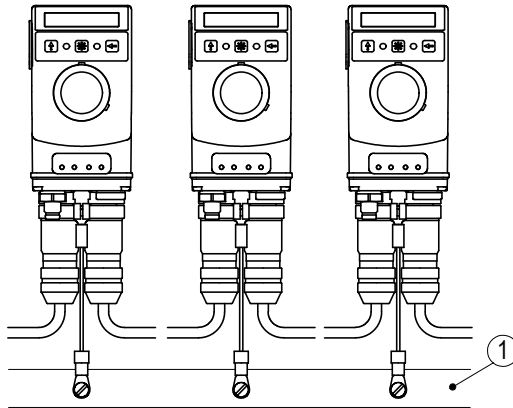

Abb. 5: Erdungsschiene
Zum Schutz vor Störungen müssen die Schirme der Signalleitungen und Netzleitung beidseitig angeschlossen werden. Potentialunterschiede führen zu unzulässigen Strömen auf dem Schirm. Den Erdungsanschluss ④ zwischen den Anschlusssteckern auf das Schutzleiterpotential legen (siehe Abb. 4). Verwenden Sie dazu 6.3 mm Flachstecker mit kurzer Litze 2.5 ... 4 mm² (nicht im Lieferumfang). Bei mehreren Positionsanzeigen wird empfohlen die Erdung auf eine Erdungsschiene ① anzuschließen (siehe Abb. 5).